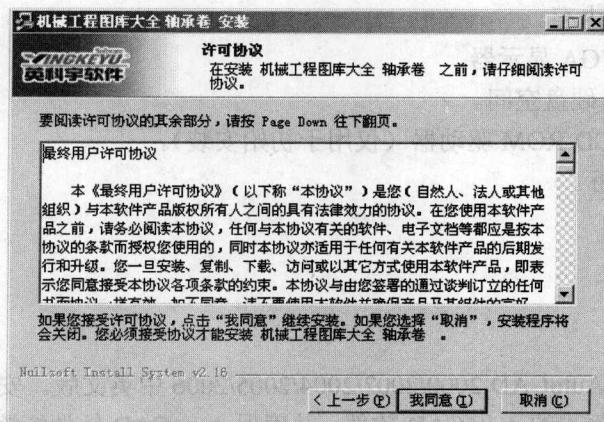

图 1-2 “许可协议”对话框
(2) 单击“下一步”按钮，弹出如图 1-2 所示的“许可协议”对话框。